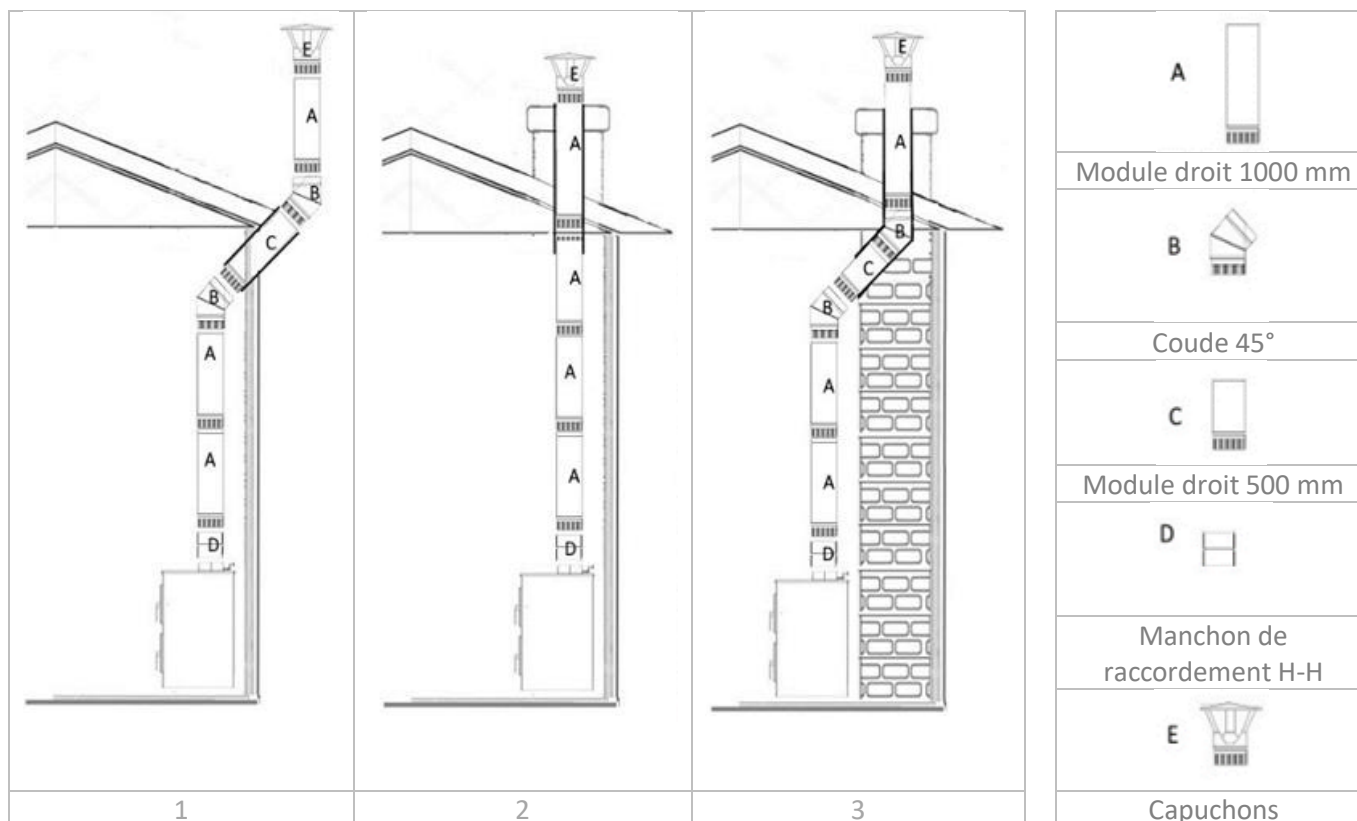

Figure 2
3. **SECTION VERTICALE (A).** La longueur totale du tuyau vertical nécessaire pour atteindre le toit et assurer le tirage naturel (dépression des fumées) peut varier d'une installation à l'autre, en fonction de divers facteurs, mais se situe généralement entre 4 et 6 m environ. Cependant, une performance optimale est garantie avec un vide minimal d'environ ± 15 Pa (pascals).
4. **COUDES (B).** Si des coudes sont nécessaires (voir schémas 1 et 2 de la figure 2), les conduits seront raccordés à l'aide de coudes. Ceux-ci peuvent atteindre 45° et ne doivent pas être rétrécis. Les points suivants doivent également être pris en compte :
5. **COUPE HORIZONTALE (C).** Le conduit de raccordement ou la section horizontale de la cheminée doit être conçu avec la longueur la plus courte possible et éviter autant que possible les changements de direction et de section. Les points suivants doivent être pris en compte :
6. **MANCHON D'UNION (D).** Pour raccorder correctement le conduit vertical au collier de sortie m (mâle) de la cuisinière, un manchon h/h (femelle/femelle) est nécessaire, de sorte que l'extrémité m (mâle du conduit vertical soit orientée vers le bas).
7. **CHAPEAU DE CHEMINÉE (E).** Pour une bonne évacuation des fumées et pour éviter les effets du vent, certaines distances minimales par rapport au chapeau de cheminée sont requises. Voir la figure suivante: